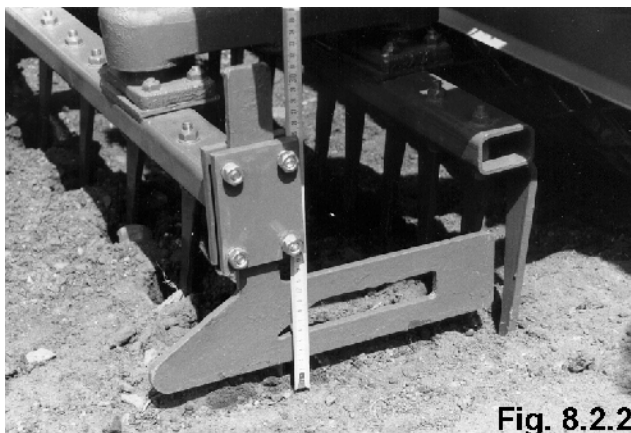

Fig. 8.2.2
- отрегулируйте выравниватель так, чтобы он находился на высоте около 2 сантиметров над уровнем почвы (рис. 8.2.2),